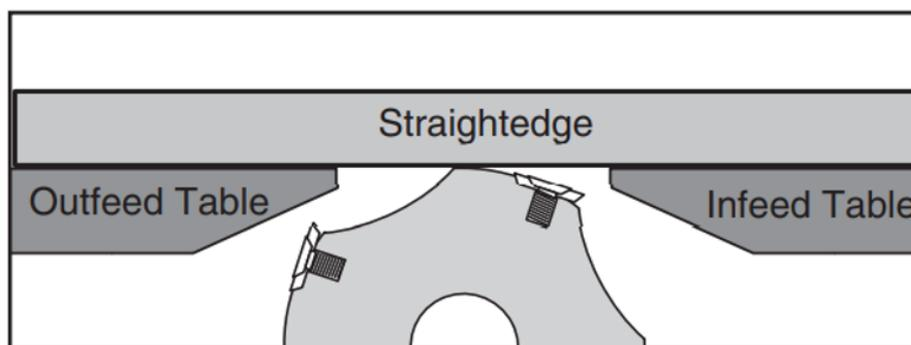

Рисунок 24. Проверка параллельности стола.
1. Положите линейку на подающий стол и с помощью ручки регулировки подающего стола поднимайте или опускайте стол до тех пор, пока он не будет соприкасаться со столом ровно вдоль линейки (см. рис. 24).